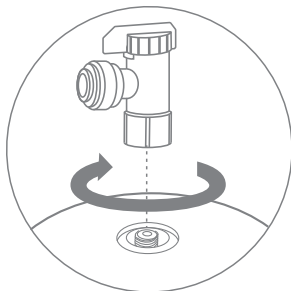

Рис. 15
- Накрутите вентиль на резьбовой штуцер бака, используя идущую в комплекте уплотнительную шайбу (рис. 15). Запрещается применение дополнительных уплотнительных материалов, таких как фум-лента, сантехнический лен, герметик.